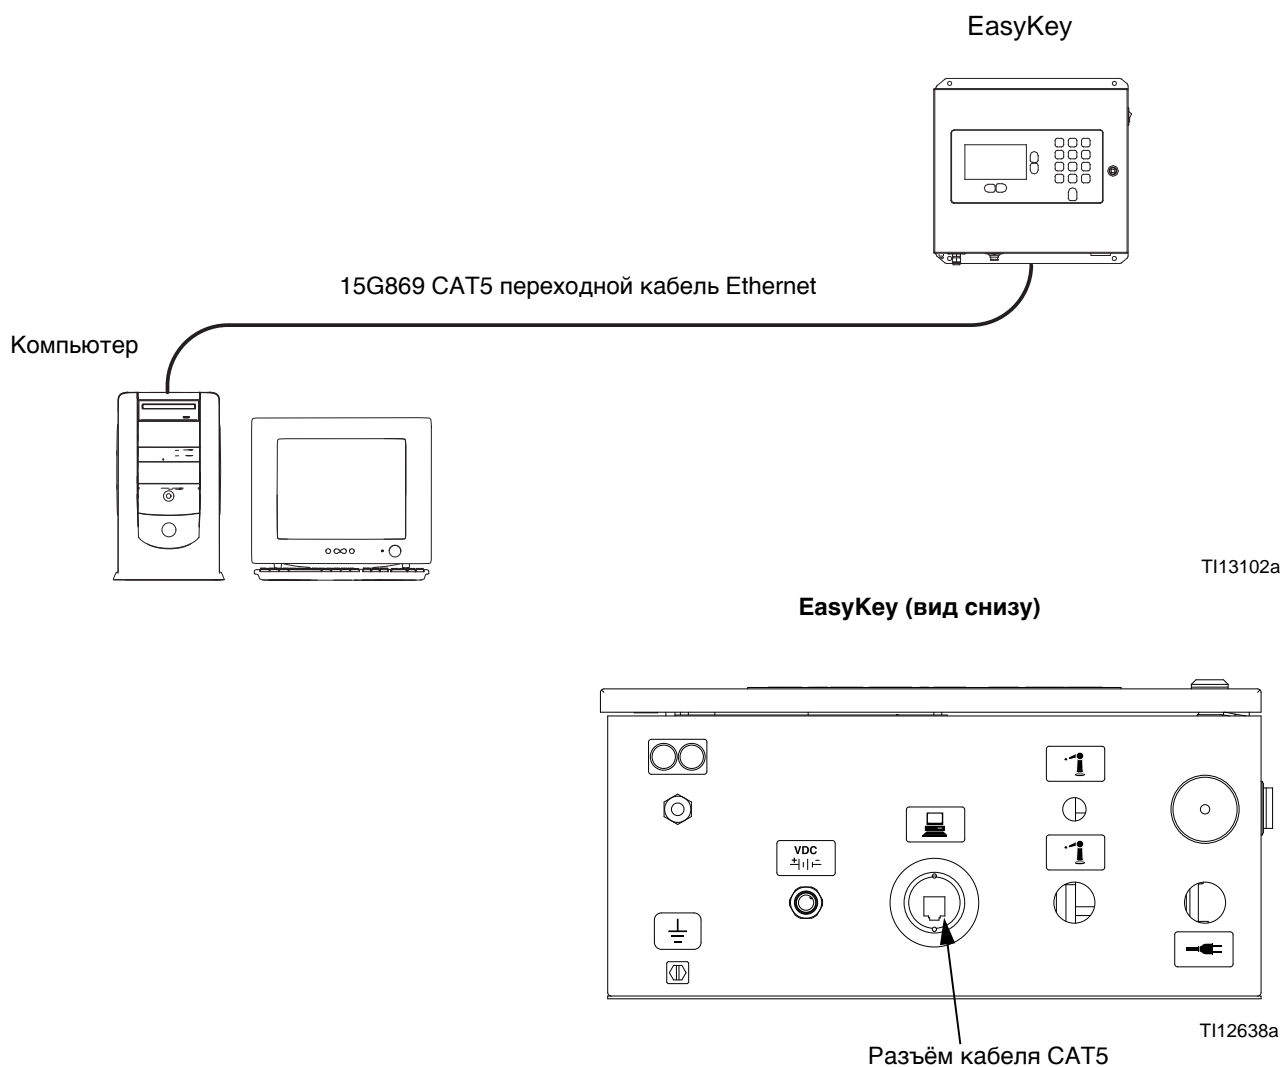

Рис. 7. Подключение основного веб-интерфейса ProMix 2KS/3KS
2. После установки прикладного интерфейса ProMix подключите компьютер к EasyKey напрямую с помощью кроссоверного кабеля 15G869 CAT5 Ethernet, входящего в комплект EasyKey. См. **Рис. 7**.
От главного экрана BWI (см. Рис. 7) оператор, может выбрать Установку, Программное обеспечение/Сбросы, или Отчеты.